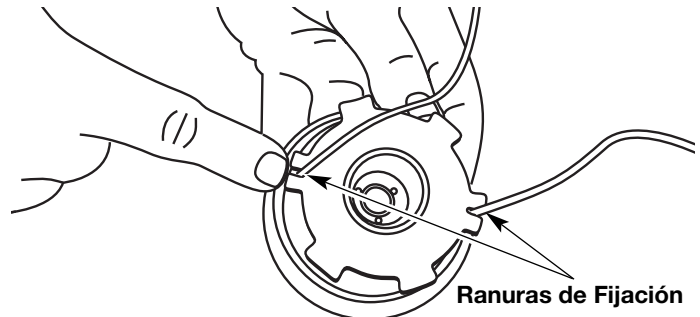

Fig. 19
2. Oprima y mantenga oprimido el control de encendido y apagado en la posición de **APAGADO (O)** hasta que el motor se detenga por completo (Fig. 19).
12. Inserte los extremos de la línea en las dos ranuras de fijación (Fig. 19).